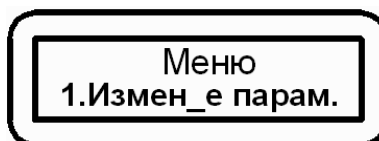

Рисунок 4 – Окно меню
4.1.2.3 Нажатие функциональной клавиши “**ПР**” при отображении окна статуса приводит к переходу в окно “**МЕНЮ**” (см. рисунок 4).